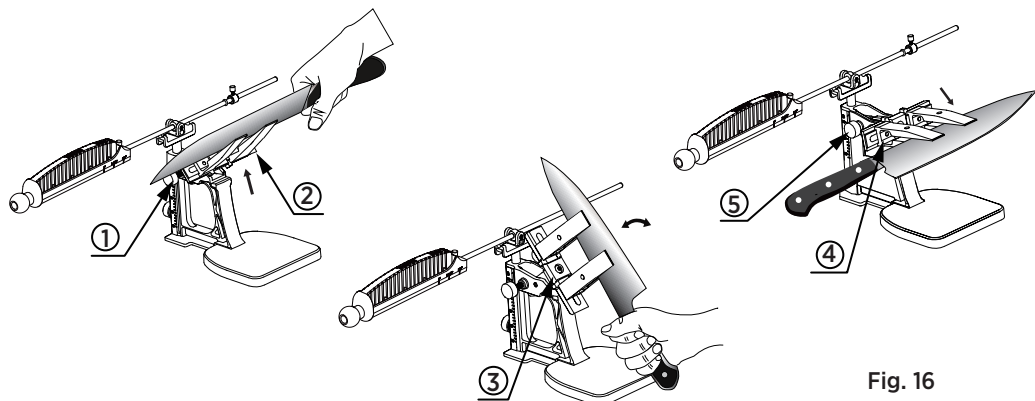

Fig. 16
3. Fortsätt slipa tills du känner en grad längs hela eggen på bladets motsatta sida. Lossa vridknoppen, höj vridarmen och rotera den försiktigt 180° för att byta till bladets andra sida. Håll i knivhandtaget för bättre kontroll under detta moment. (Se Fig. 16) När justeringen är klar, dra åt vridknoppen ordentligt.